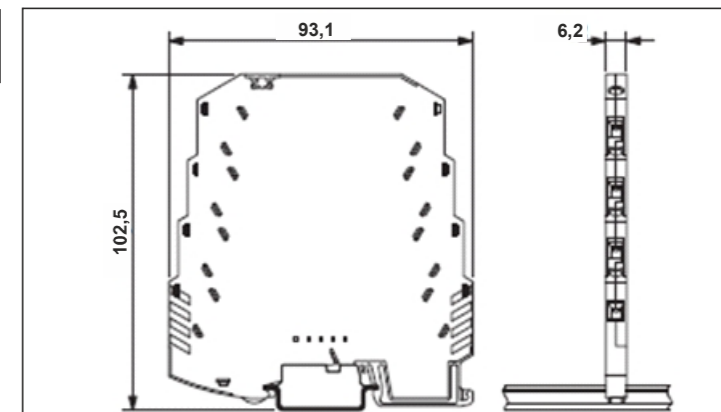

Fig. 5
9. Dimensioni meccaniche (Fig. 5)
9. Dimensional drawing (Fig. 5)
9. Dessin coté (Fig. 5)
9. Maßzeichnung (Fig. 5)
9. Esquema de dimensiones (Fig. 5)